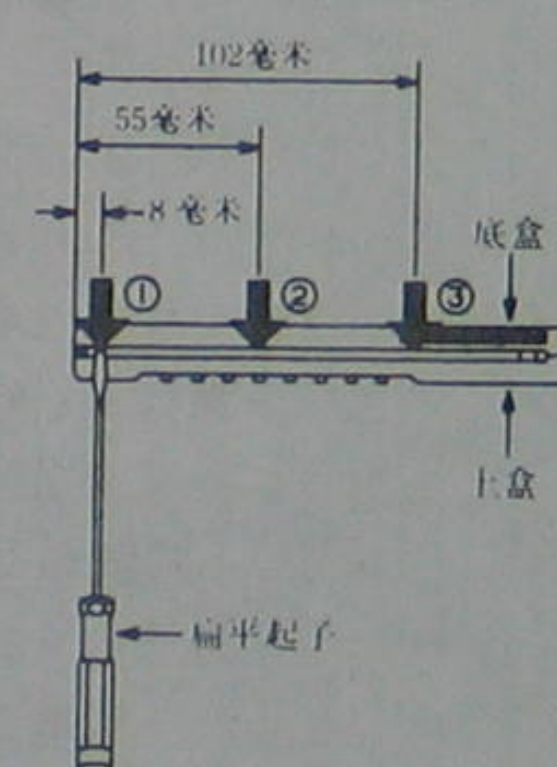

图 8
- 从上盒上取下下盒。拆解时, 如图所示, 先将扁平起子插入缝隙内。起子插入的位置请见图 8 的说明。